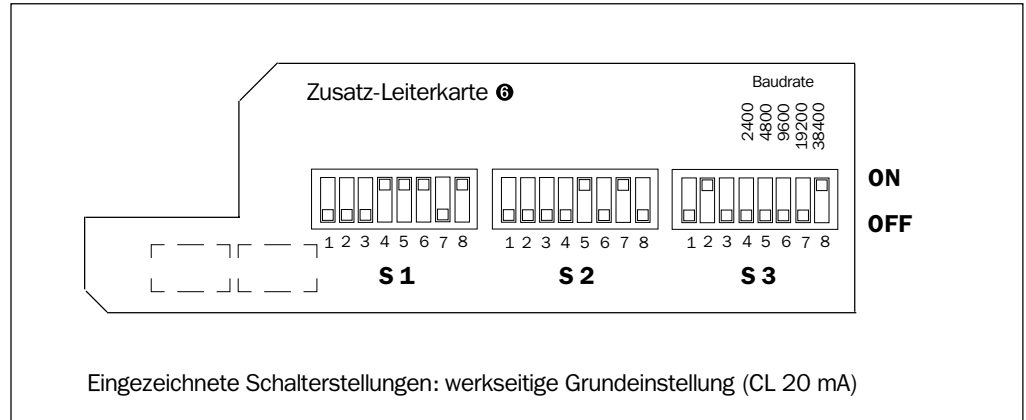

Abb. 5-4: ISD 230-4111: DIL-Schalter zur Konfiguration der Datenschnittstelle
- Datenschnittstelle nach *Abb. 5-4* und *Tab. 5-2* korrekt konfigurieren.
1. Die gewünschte Schnittstelle durch entsprechende Konfiguration der DIL-Schalterblöcke S 1 bis S 3 (*Abb. 5-4*) auf der Zusatz-Leiterkarte vornehmen. *Tab. 5-2* zeigt die Übersicht. Die werkseitige Grundeinstellung ist CL 20 mA passiv.
B3: Einstellung der Datenübertragungsrate gemäß der Beschriftung in Abb. 5-4, nur einen Schalter auf „ON“ stellen!
RS-232	- ISD 230-4111: ST 16 offen Wahl des Schnittstellentyps über DIL-Schalterblöcke S 1 bis S 3 (siehe Tab. 5-2 u. Abb. 5-4, Seite 25) - Einstellung der Datenübertragungsrate nicht erforderlich
CL 20 mA passiv	- ISD 230-2111: ST 16 offen - ISD 230-4111: ST 16 offen Wahl des Schnittstellentyps über DIL-Schalterblöcke S 1 bis S 3 (siehe Tab. 5-2 u. Abb. 5-4, Seite 25) - Einstellung der Datenübertragungsrate nicht erforderlich
CL 20 mA aktiv	<ul style="list-style-type: none"> - ISD 230-2111: ST 16 gesteckt (Abb 5-3, Seite 24) - ISD 230-4111: ST 16 gesteckt - Wahl des Schnittstellentyps über DIL-Schalterblöcke S 1 bis S 3 (siehe Tab. 5-2 u. Abb. 5-4, Seite 25) - Einstellung der Datenübertragungsrate nicht erforderlich